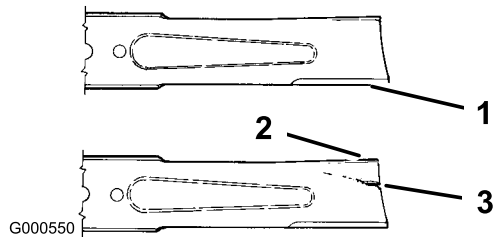

Figura 36
1. Inspeccione los filos de corte (Figura 36). Si los bordes no están afilados o tienen mellas, retire las cuchillas y afílelas; consulte Cómo afilar las cuchillas.
2. Inspeccione las cuchillas, especialmente la parte curva (Figura 36). Si observa daños, desgaste o la formación de una ranura en esta zona (elemento 3 en la Figura 36), instale inmediatamente una cuchilla nueva.